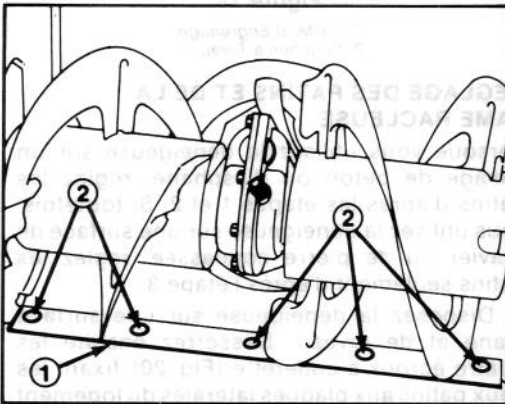

Figure 21
2. Réglez les deux patins pour qu'il y ait 1/8" (3 mm) entre le bas de la tarière et la surface plane et de niveau. Quand les patins sont bien réglés, serrez les écrous à collerette. Vérifiez ensuite la lame racleuse montée sur le bas du logement de tarière. Pour la régler, desserrez les cinq vis de montage, mettez la lame à niveau, puis resserrez les vis. La lame racleuse doit être parallèle à la surface plane et de niveau (Fig. 21).